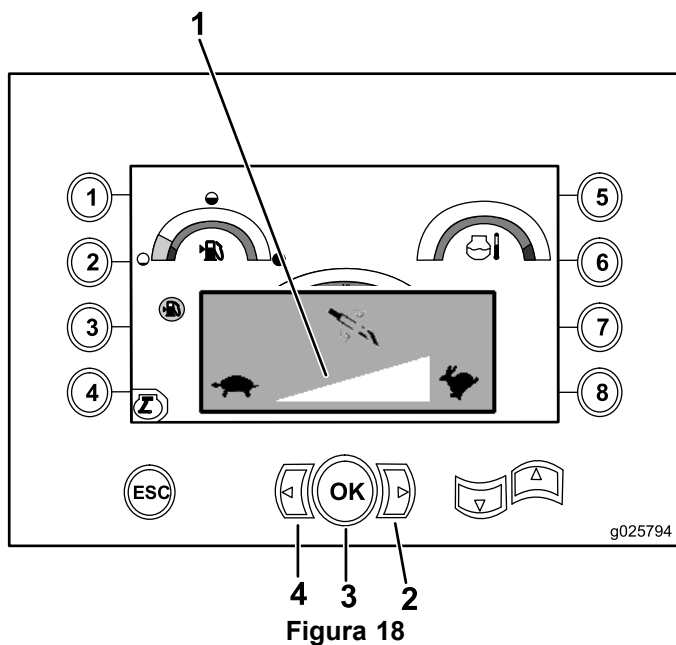

Figura 18
1. Pulse la tecla de flecha Izquierda para reducir la velocidad, o pulse la tecla de Flecha derecha para aumentar la velocidad (Figura 18).
2. Pulse el botón OK para fijar la velocidad de rotación de la perforadora (Figura 18).